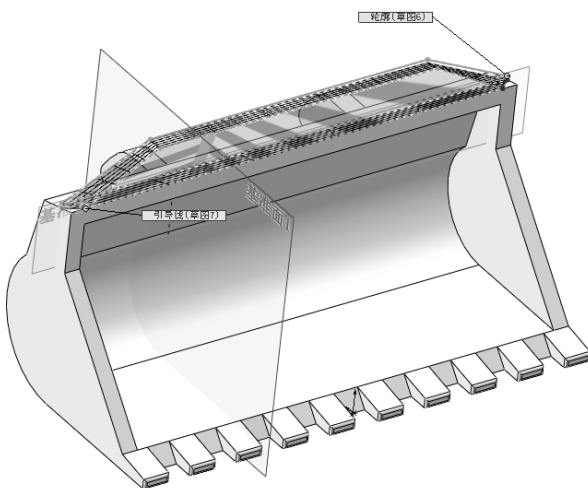
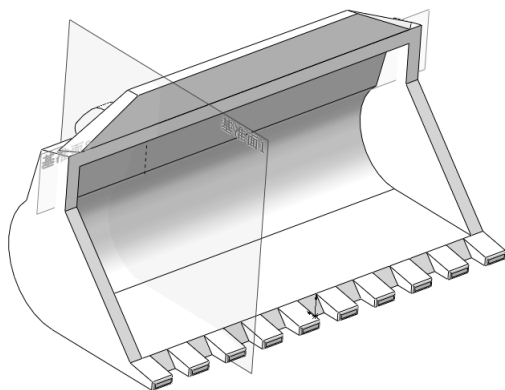

图 13-29 “放样”属性管理器
图 13-30 放样结果
19) 放样实体。选择菜单栏中的“插入”→“凸台/基体”→“放样”命令，或者单击“特征”控制面板中的 $\square$ （放样凸台/基体）按钮，系统弹出图 13-29 所示的“放样”属性管理器。选择步骤 14)~16) 绘制的放样草图 1、2 为放样轮廓，选择步骤 17)，18) 绘制的放样草图 3、4 为引导线，然后单击 $\checkmark$ （确定）按钮，结果如图 13-30 所示。